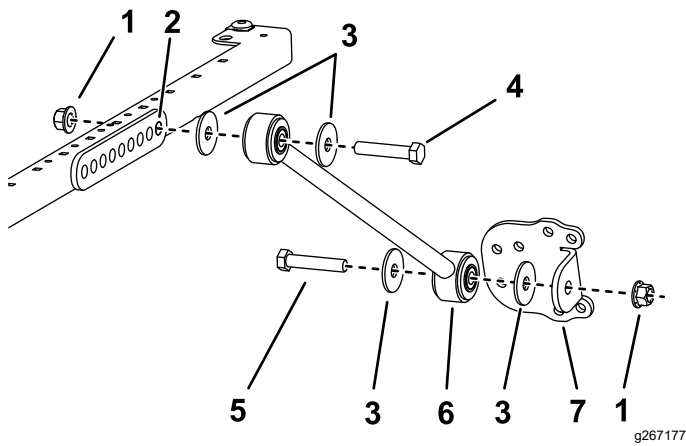

Bild 41
Loch der Strebenbefestigung, wie in Bild 41 abgebildet.
5. Befestigen Sie eine Strebenhalterung mit einer Schraube (½" x 2½"), zwei Scheiben (½") und einer Bundmutter (½") an jeder Strebe, wie in Bild 41 abgebildet.